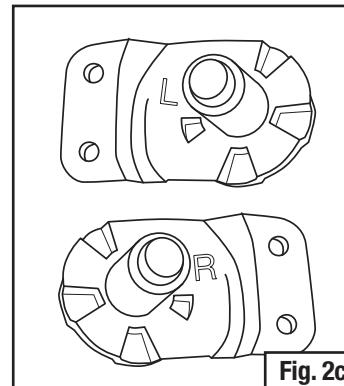
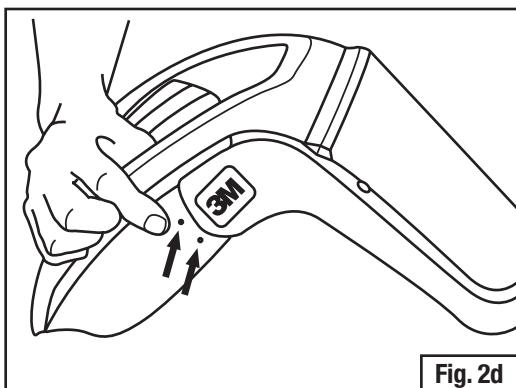
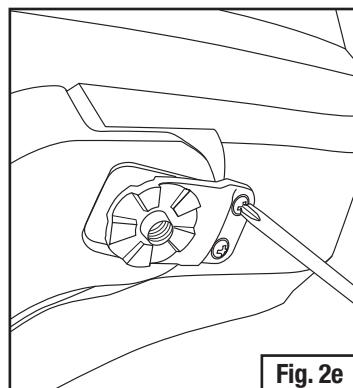

Fig. 2c
Fig. 2d
Fig. 2e
- Instale o suporte de girar sobre o suporte do visor. Certifique-se de que os suportes de girar e de direção estão sendo instalados no lado correto da cobertura facial, seguindo a marcação em cada suporte de girar (L e R, esquerda e direita como mostrados) (Fig. 2c). Alinhe os orifícios dos parafusos na posição do suporte de girar com os orifícios marcados no casco da cobertura (capacete). Instale os parafusos usando uma chave de fenda Phillips de tamanho apropriado e aperte manualmente até ficar seguro (Fig. 2d). Nota sobre os capacetes da série M-400 e M-300 existem marcações visíveis na parte externa do casco, onde os protetores de ouvido são fixados. Na M-200, as marcações podem não ser tão visíveis na parte externa da casco. Use uma caneta ou uma chave de fenda para empurrar gentilmente os pontos de fixação do parafuso para iniciar o furo (por exemplo, faça uma marcação). Isso tornará mais fácil enfilar os parafusos no casco. Instale os parafusos usando uma chave de fenda Phillips manual de tamanho adequado e aperte com a mão até fixá-los (Fig. 2e).